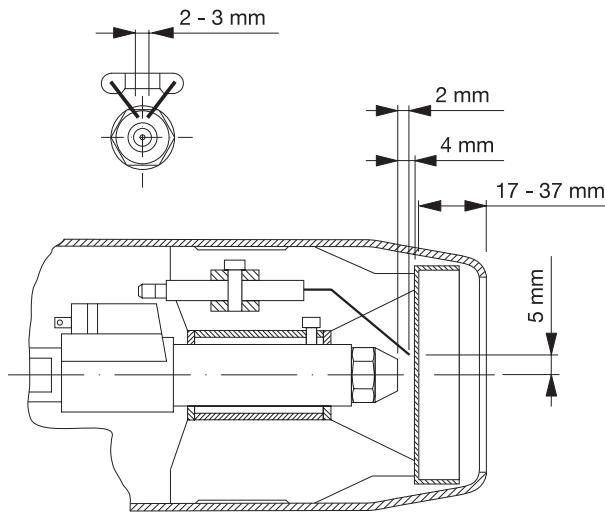

Abbildung 10 / Figure 10
- Abstand zwischen Stauscheibe und Düse (siehe Abb. 10).
- For the distance between baffle plate and nozzle (see fig. 10).
- Ecart entre l'accrocheur de flamme et le gicleur (Cf. fig. 10).
- Die Einstellmaße der Zündelektroden sind zu prüfen bzw. einzustellen (siehe Abb. 10).
- The settings of the ignition electrodes are to be inspected and / or re-adjusted (see fig. 10). After that, bring the burner to the operating position and tighten the service screw.
- Vérifier et éventuellement régler les références de position des électrodes d'allumage (Cf. fig. 10). Mettre ensuite le brûleur en position de service et visser la vis de service.